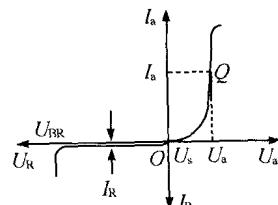

图 14.1
- (1) 结构:将 PN 结两边各引出一个电极便构成一个二极管。其中 P 型区引出阳极 A(+),N 型区引出阴极 K(-)。符号: A → K
(2) 伏安特性及参数:伏安特性如图 14.1 所示。